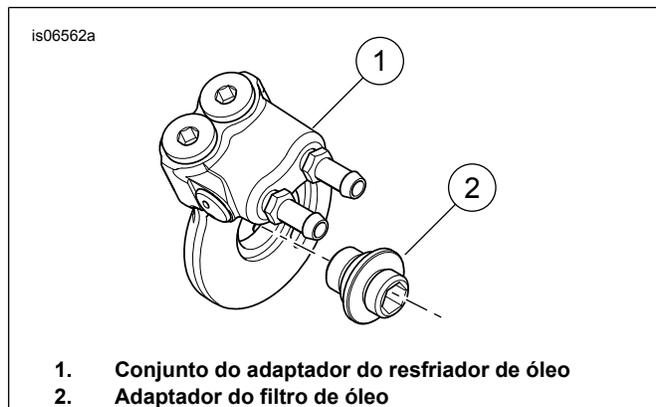

Figura 4. Instalação do conjunto do adaptador do resfriador de óleo
4. Veja Figura 4. Instale o adaptador do resfriador de óleo (1) e o adaptador do filtro de óleo (2). Aperte o adaptador filtro de óleo a 16,3–21,7 N·m (12–16 ft-lbs).